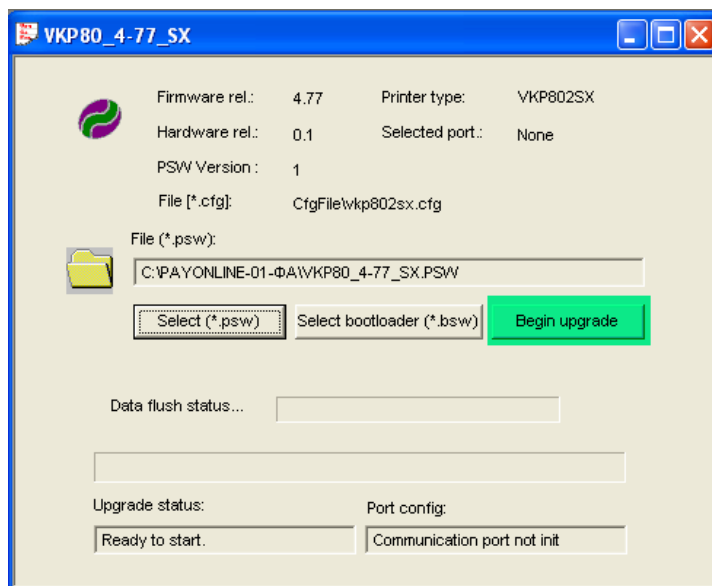

Рисунок 6 - Диалоговое окно утилиты «UpgCePrn».
3.3.7 Нажмите на кнопку «Begin upgrade» (см. Рисунок 6).